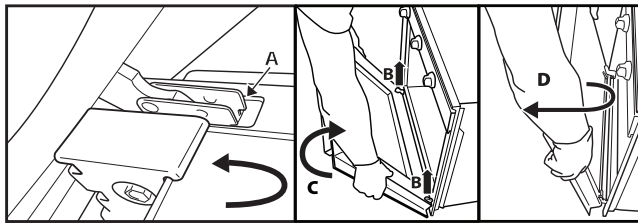

Fig. 2
3. Închideți ușa cât mai mult (A), ridicați-o (B) și rotiți-o (C) până când se deblochează (D) (Fig. 2).